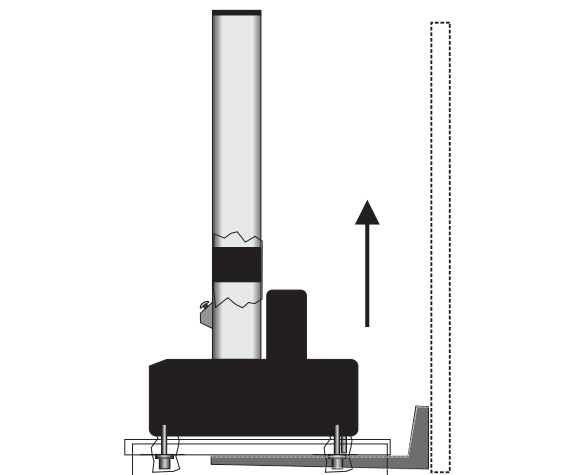

図 11. 輸送用スキッドを使用したフレームの持ち上げ
2. 63 ページの図 11 に示すように、注意して輸送用スキッドの下にフォークを差し込みます。